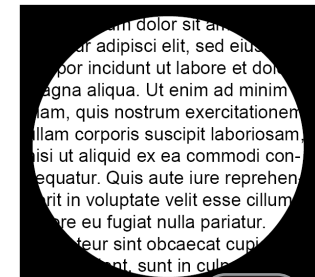

Fig. 15
5. El resultado final de la operación de centrado debe ser algo similar a lo mostrado en la Fig. 15.